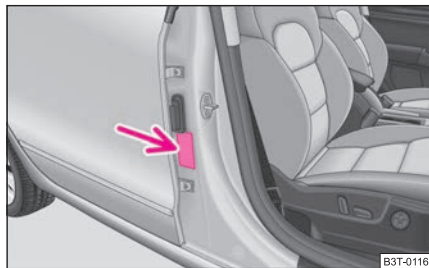

Abb. 165 Aufkleber an der mittleren Karoseriesäule auf der Beifahrerseite
- Auf diese Tatsache weist auch der Aufkleber hin, der sich an der mittleren Karoseriesäule auf der Beifahrerseite befindet ⇒ Abb. 165. Der Aufkleber ist nach dem Öffnen der Beifahrertür sichtbar. Für einige Länder ist der Aufkleber auch an der Sonnenblende des Beifahrers angebracht.